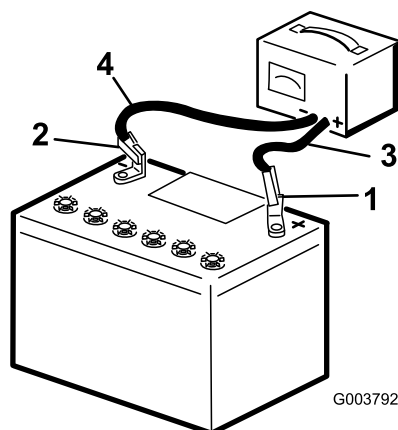

Figura 44
3. Ligue o cabo positivo do carregador da bateria ao polo positivo da bateria (Figura 44).
4. Ligue o cabo negativo do carregador da bateria ao polo negativo da bateria (Figura 44).
6. Quando a bateria estiver totalmente carregada, desligue o carregador da fonte elétrica e em seguida desligue os cabos do carregador dos polos da bateria (Figura 44).